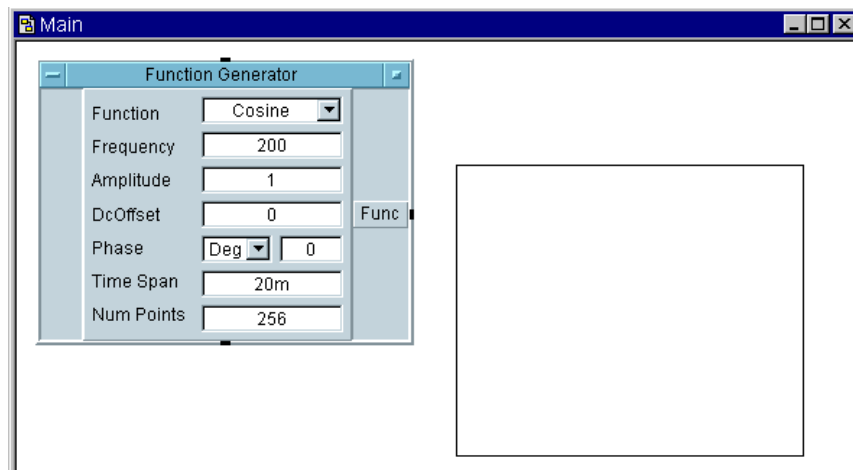

図 1-9. オブジェクトの移動
2. マウスのボタンを押したまま、図 1-9 のように輪郭線を新しい位置まで移動します。マウスのボタンを離すと、オブジェクトが新しい位置に移動します。